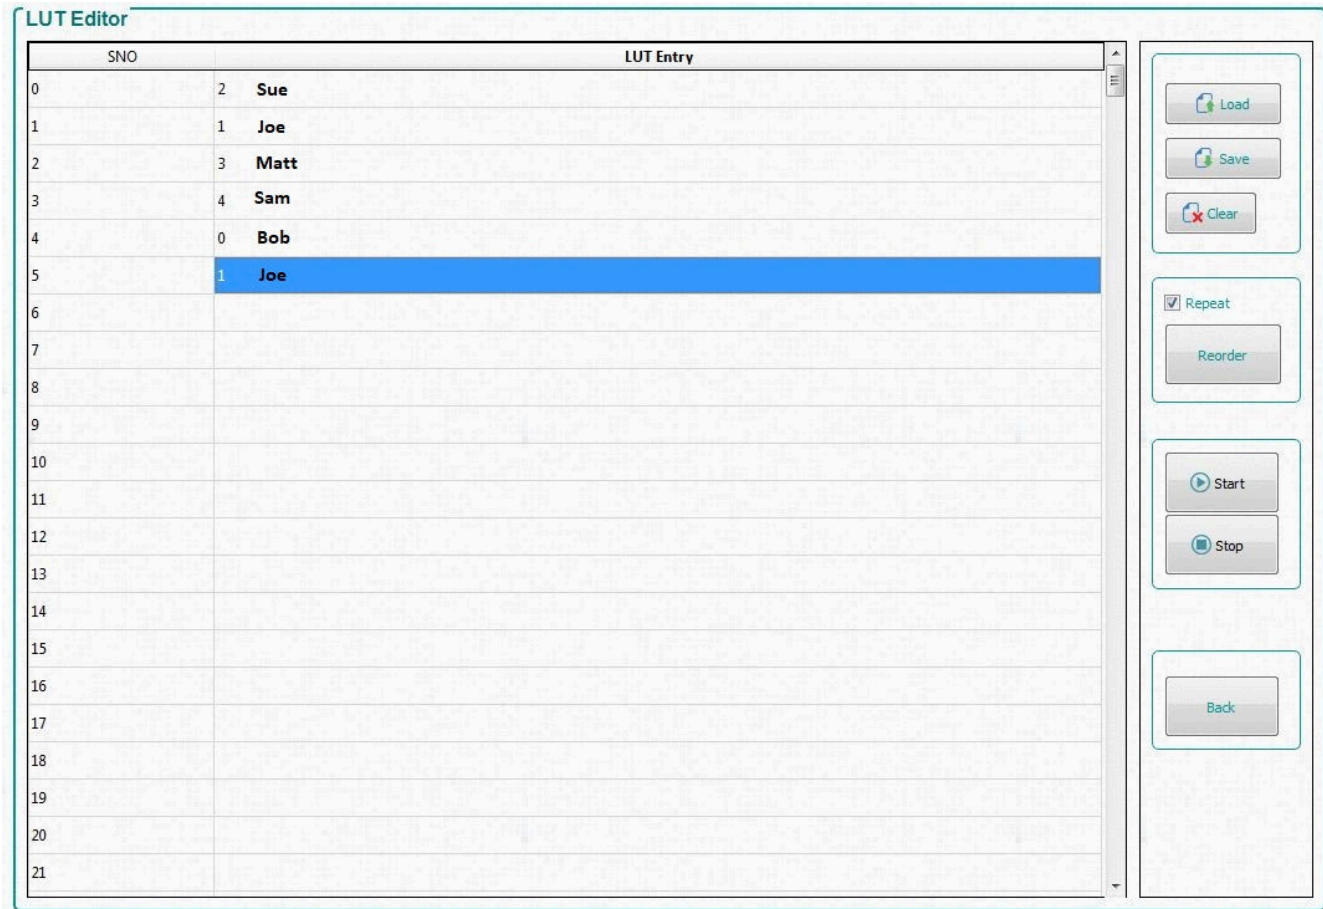
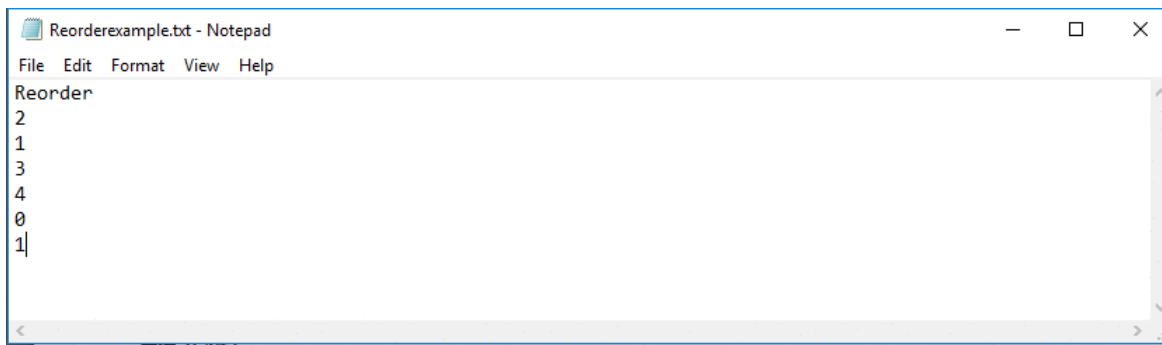

图 4-12. LUT 编辑器面板
图 4-13. 重新排序示例
LUT Editor 面板如图 4-12 所示，其中 SNO (即序列号) 列代表图案显示时隙编号，这些编号取决于在 *Pattern Design* 选项卡中设置的顺序 (点击 *Update LUT* 之后)，如图 4-11 所示。然后，用户可以通过手动将所选择的图案编号输入到 LUT entry 列中的一行内或加载以 *Reorder* 为开头且后跟所需图案时隙数值的文本文件，从而对这些图案重新排序，如图 4-13 所示。
7. 点击 *Edit LUT* 按钮以打开 *LUT Editor* 面板，如图 4-12 所示。此面板最初打开时，“LUT Entry”列为空。
8. 要对这些图案重新排序，请在 *LUT Entry* 第 1 行输入 2，然后依次输入 1、3、4、0 和 1，如图 4-12 所示。
13. 浏览到保存文本文件的位置，然后在文本编辑器程序中打开文件，如图 4-13 所示。
使用 GUI 界面时，每个图案都附带几项信息，对应于在原始 LUT 顺序中插入的时隙。因此，将图案重新排序到 LUT 中的不同时隙时，它会保留其原来分配的位信息、时间（曝光和暗时间）、LED 颜色和触发信息，而不是位于 LUT 中重新分配的时隙中的信息。例如，如果图案 3 包含一个用于开始用户执行的触发器输入（如图 4-11 所示），并被重新排序到间隙 2（如图 4-12 所示），则触发器输入现在位于 LUT 中的间隙 3 而不是间隙 0。
通过对图案命令（如上图 4-11 所示的图案），并按棒球比赛中的击球顺序进行处理，有助于理解 **Edit LUT** 特性。这样就更容易理解 **SNO** 列（新的击球顺序）中的时隙序号与插入 **LUT Entry** 列（击球者）中的图案之间的区别。例如，**Bob** 会保留与他的击球位置无关的击球统计数据（也就是位信息、时间、颜色、触发器），如果他原来是第一棒（图 4-11 中的间隙 0），但在新的击球顺序中被移到第五棒（在图 4-12 中为重新排序后的 LUT 条目 4），他会保留他所有的属性。唯一的区别是，在他前面的四个击球者（图案）（**Sue**、**Joe**、**Matt** 和 **Sam**）击球之前，他不会击球（即不会显示）。另请注意，在我们的示例中，**Joe** 按新的击球顺序击球了两次（**SNO** 2 和 5）。只有一个 **Joe**，在新的击球顺序中击球了两次。同样，原图案列表中的图案可以在重新排序后的显示器 LUT 中多次显示，而无需在 DLPC900 存储器中添加或删除任何图案。因此，系统内存只有在使用 **Update LUT** 功能时会发生变化，而在使用 **Edit LUT**（重新排序）功能时不会发生变化，如图 4-11 所示。